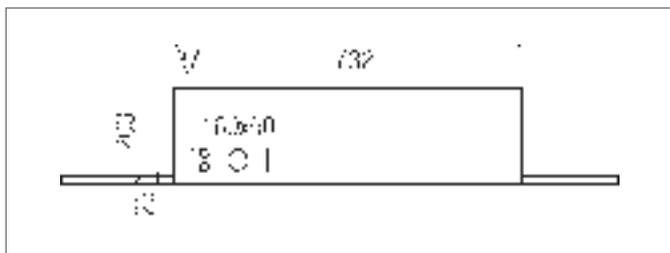

Fig. 8-5 Sezione trasversale del telaio di installazione con apertura
Nell'angolo in basso a sinistra del telaio di installazione è presente un'apertura (vedere Fig. 8-5) progettata per l'inserimento di tubi e cavi, che devono avere una lunghezza tale da consentire i successivi collegamenti del deumidificatore.
2. Posizionare il telaio di installazione allineandolo orizzontalmente e verticalmente. Il telaio deve essere installato in modo che il profilo anteriore sia a contatto con la parete finita (vedere Fig. 8-5).